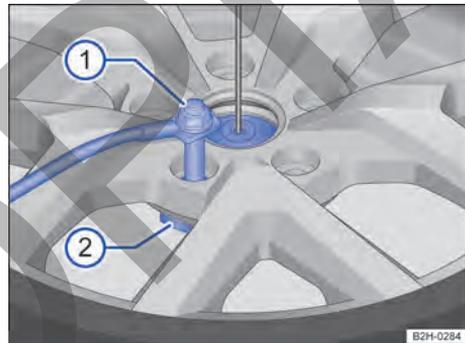

Fig. 191 Rueda de auxilio o de emergencia: soltar el tornillo de seguridad.
Legenda de la Fig. 191:
- Con la llave de rueda, desenrosque el tornillo de seguridad del soporte para llantas en el sentido contrario al de las agujas del reloj → Fig. 191 ①.
- Desenrosque el tornillo de seguridad del soporte para llantas → Fig. 191 ①.